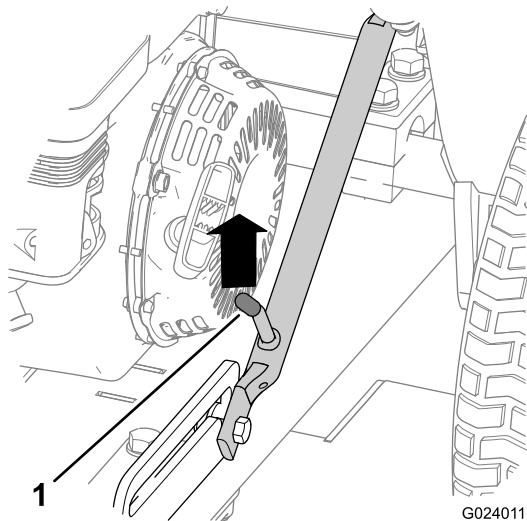
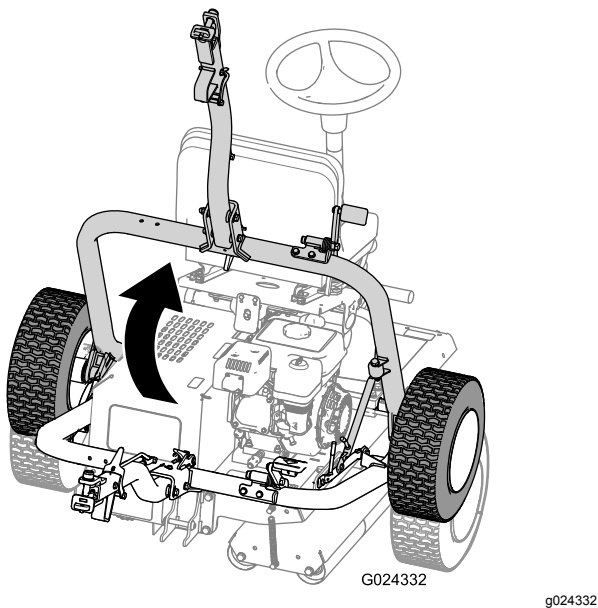

Figura 24
Figura 28
- A. Empuje la barra de tracción hacia arriba hasta que la palanca de cierre se desenganche de la muesca de la guía (Figura 24).
D. Levante la barra de tracción (Figura 28) hasta que la palanca de cierre se bloquee en la muesca de la guía (Figura 24).